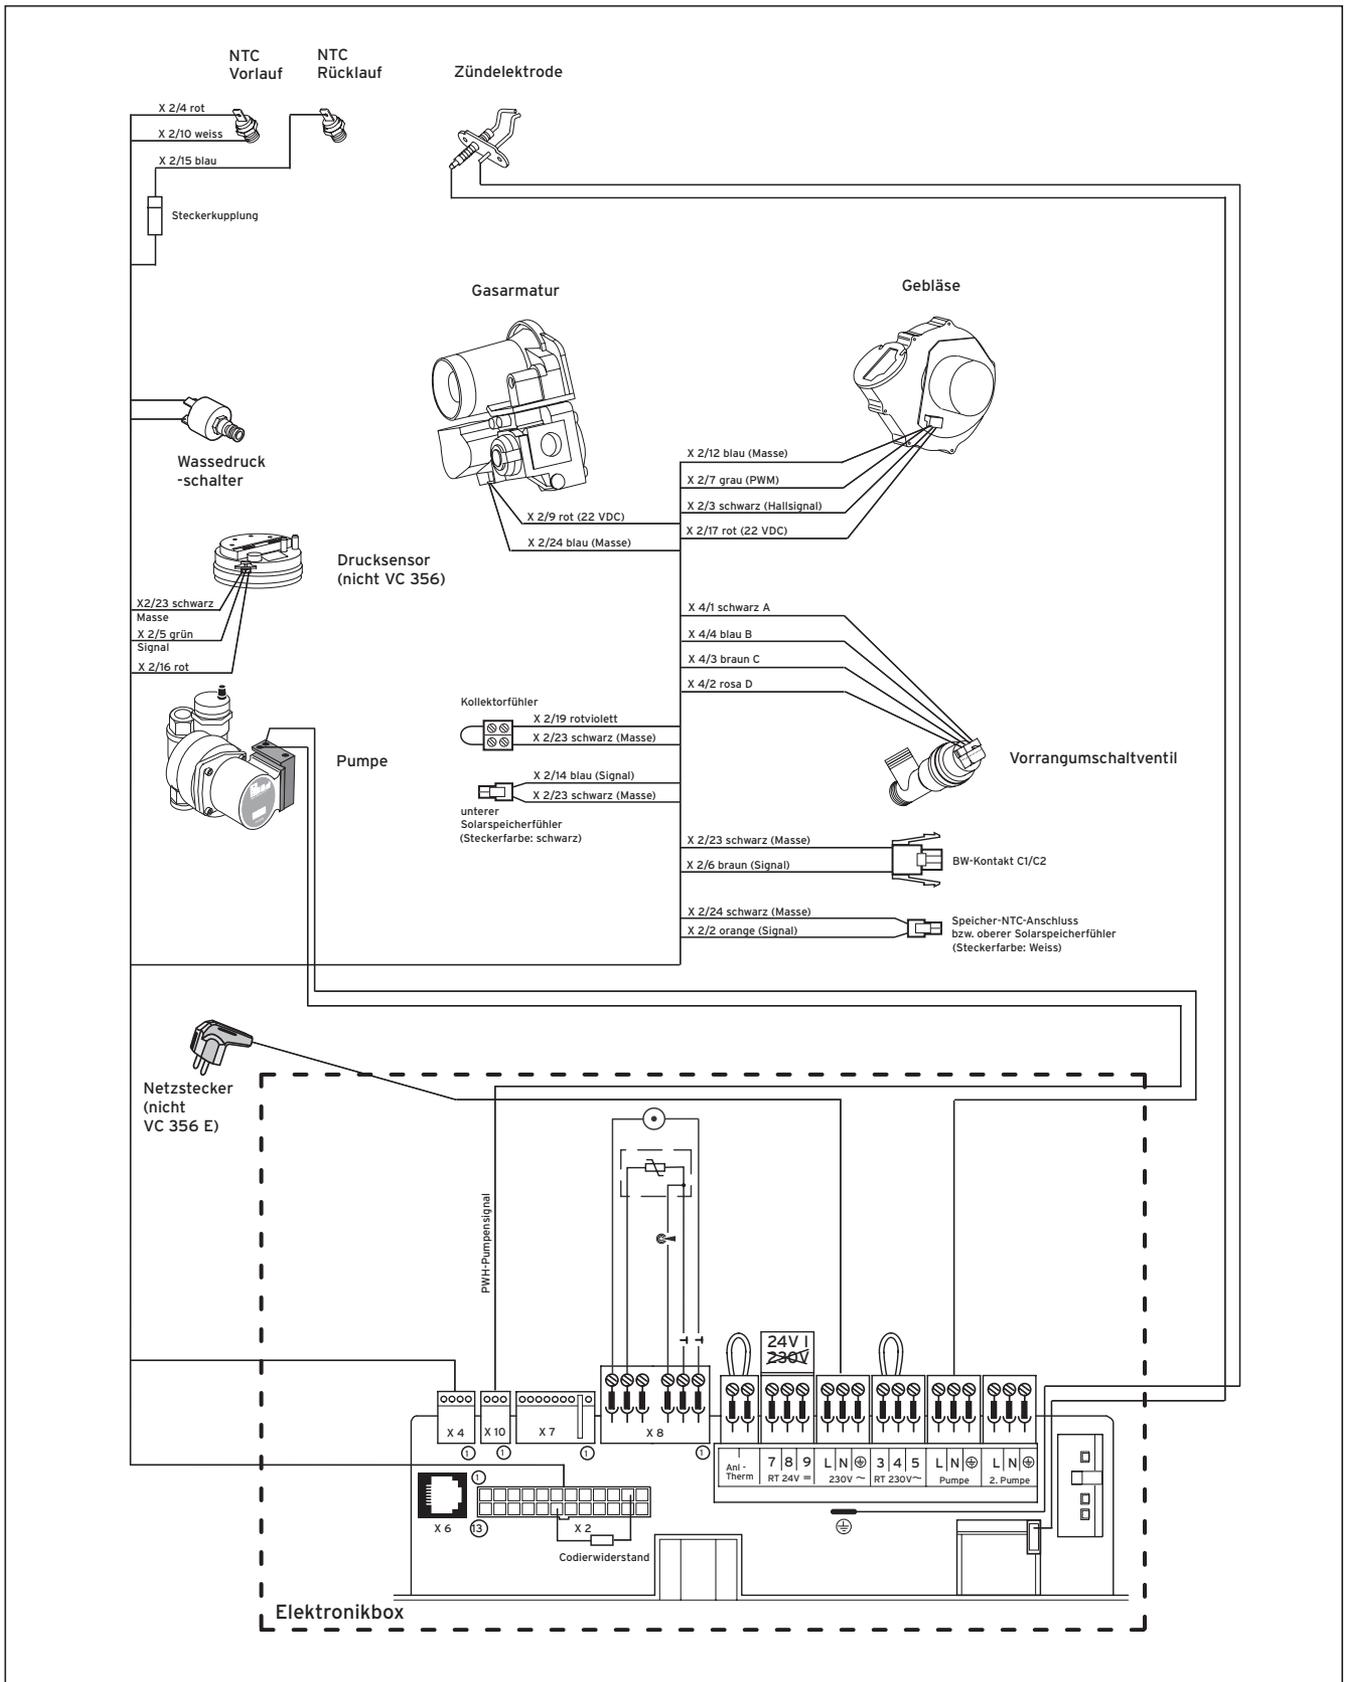

Abb. 4.13 Verdrahtungsplan ecoTEC exclusiv VC
- Schliessen Sie den Kollektorfühler (Art.-Nr. 25 35 30) an das entsprechende Anschlusskabel der Geräteelektronik an (s. Abb. 4.13); die Brücke an der Lüsterklemme ist zu entfernen.
- Schliessen Sie den unteren Solarspeicherfühler (Art.-Nr. 71 14 13) an das entsprechende Anschlusskabel der Geräteelektronik an (s. Abb. 4.13).
- Schliessen Sie den oberen Solarspeicherfühler (Art.-Nr. 71 14 13) an das Anschlusskabel „Speicher-NTC-Anschluss“ der Geräteelektronik an (s. Abb. 4.13).
- Schliessen Sie die Signalleitung „Warmwasseranforderung“ des externen Reglers an das Anschlusskabel „BW-Kontakt C1/C2“ der Geräteelektronik an (s. Abb. 4.13).